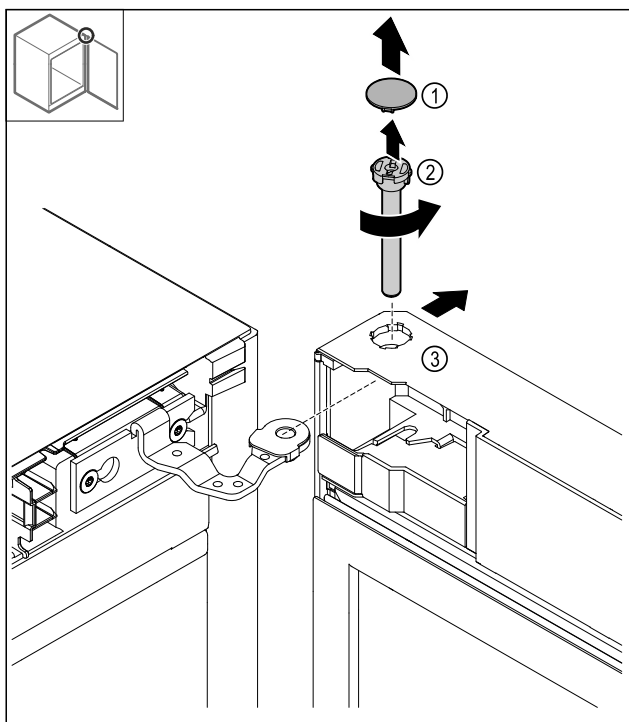

Fig. 9
- ▶ Vegye le a fedelet Fig. 9 (1).
- ▶ A csapot Fig. 9 (2) az óra járásával ellentétesen lazítsa meg, és húzza ki.
- ▶ Billentse meg kissé az ajtót Fig. 9 (3).